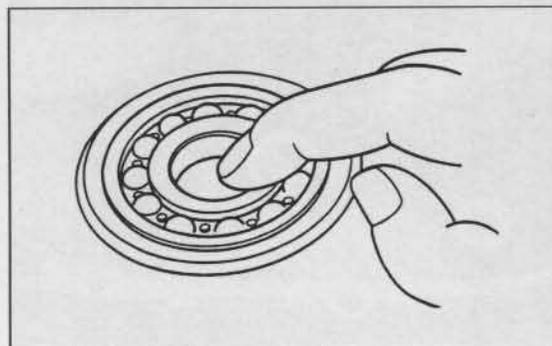

Bild 175
- \odot Kugellager der Welle dürfen bei Fingerprobe (Bild 175) keine Geräusche von sich geben und müssen widerstandsfrei drehbar sein. Bei Abweichung der Spezifikationen entsprechende Teile ersetzen.